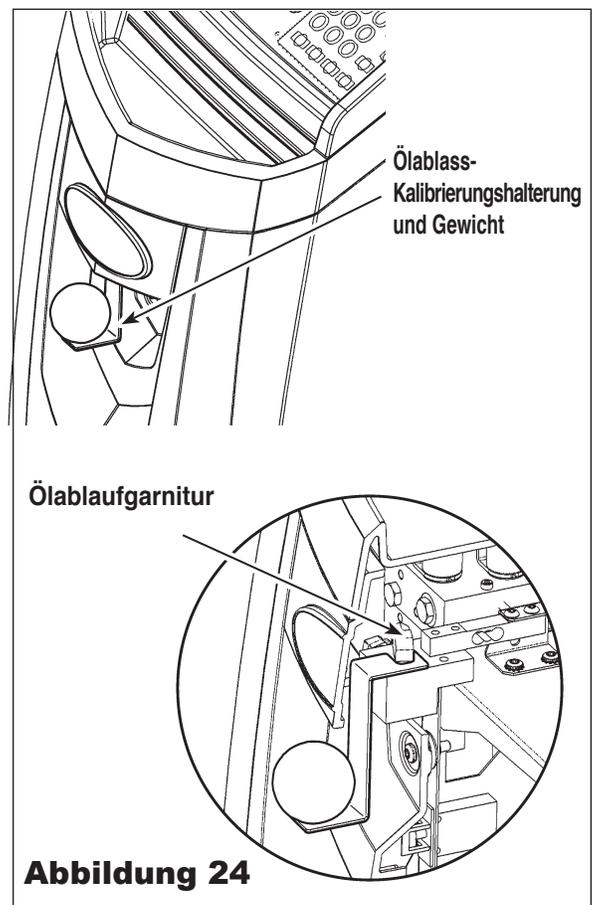

Abbildung 24
2. Die mitgelieferte Ölablass-Kalibrierungshalterung in die Nase der Ölablass-Einlaufgarnitur einhängen wie in Abb. 24 dargestellt.